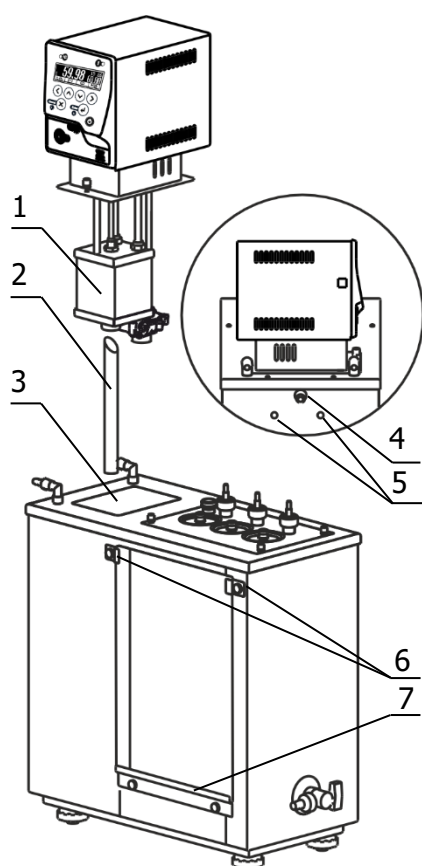

Рисунок 3 — Установка блока регулирования
2.2.3 Вставить выходную трубку 2 (рисунок 3) косым срезом до упора в резервуар 1 блока регулирования и зафиксировать ее винтом.
2.2.6 Защитное стекло 8 (рисунок 1) установить в паз нижней прижимной планки 7 (рисунок 3). Ослабить винтовые фиксаторы 6 верхних прижимных планок, отрегулировать положение стекла и затянуть винтовые фиксаторы.
2.2.9 Причина отсутствия перелива — неправильная работа насоса, вызванная воздушной пробкой, образовавшейся в резервуаре 1 (рисунок 3). Для ее устранения необходимо включить блок регулирования в режиме прокачки (см. документ ТКЛШ 3.222.009-53 РЭ «Блоки регулирования температуры погружные циркуляционные М53 серии МАСТЕР»), убедиться в том, что теплоноситель равномерно переливается из рабочей ванны в дополнительную и выключить режим прокачки.